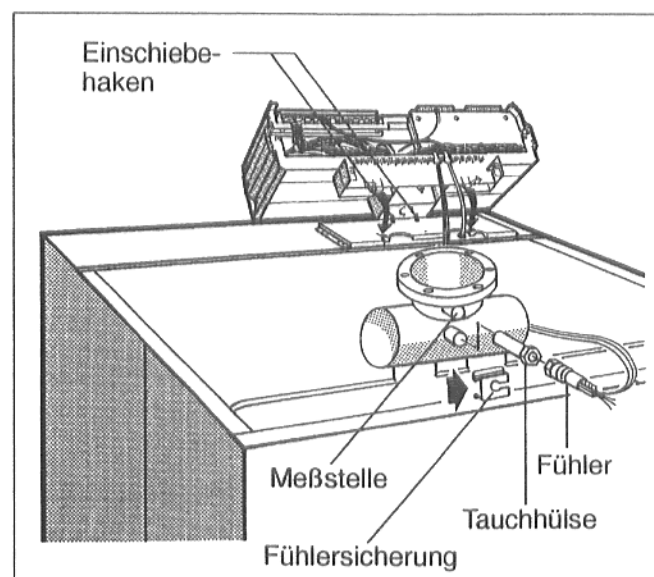

Abb. 52
- Fühlersicherung auf den Tauchhülenkopf aufschieben (Abb. 52).
- Regelgerät aufsetzen (Abb. 52). Regelgerät vorne mit den Einschiebehaken in die ovalen Bohrungen des Adapterbleches einsetzen. Regelgerät nach vorne ziehen und anschließend nach hinten abkippen. Die elastischen Haken müssen hinten in den rechteckigen Öffnungen des Adapterbleches einrasten.